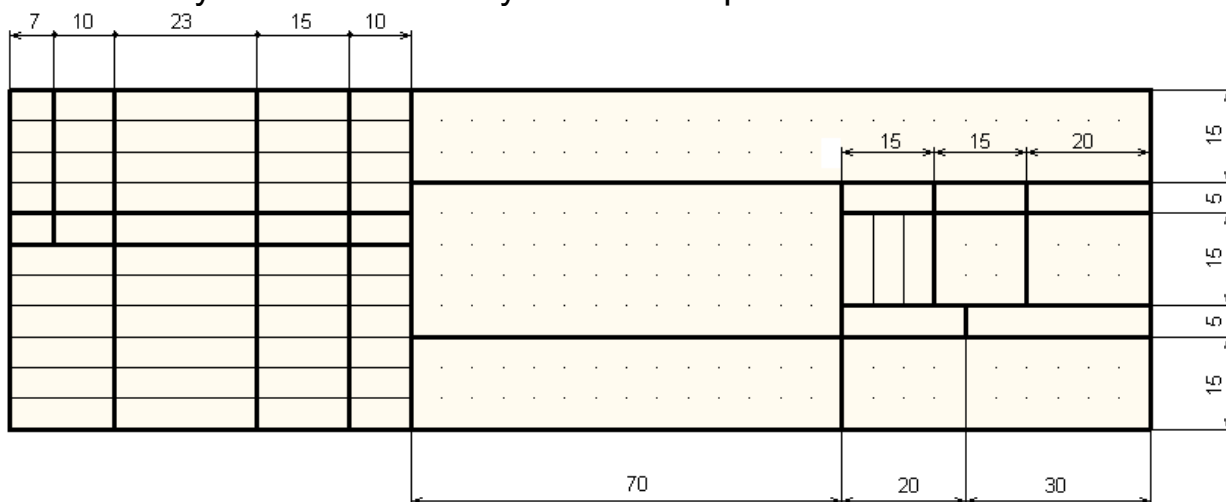

Рис. 1 Штамп основной надписи.
- 2.5 Нарисуйте угловой штамп основной надписи. Размеры углового штампа указаны на рис. 1.